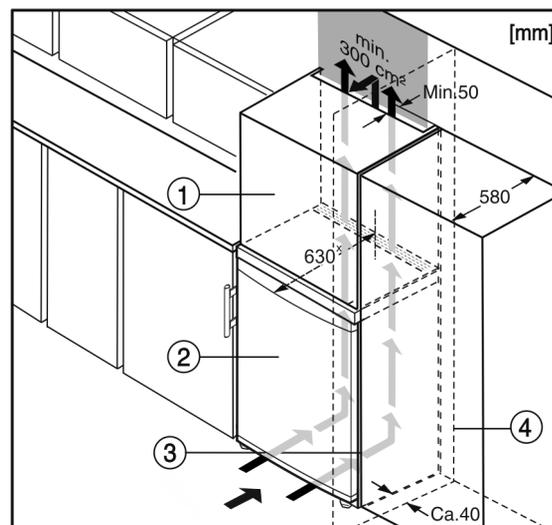

Fig. 6
Het apparaat Fig. 6 (2) kan worden ingebouwd in de keuken. Om het apparaat aan de hoogte van het keukenblok aan te passen, kunt u er een passende opbouwkast Fig. 6 (1) op plaatsen.\*
Bij een ombouw met keukenkasten (diepte max. 580 mm) kan het apparaat direct naast de keukenkast Fig. 6 (3) worden geplaatst. Het apparaat steekt aan de zijkant 34 mm\* en in het midden 50 mm\* uit ten opzichte van het keukenkastfront.\*
Plaatst u het apparaat met de scharnierkant naast een muur Fig. 6 (4), dan moet de afstand tussen apparaat en muur minstens 40 mm bedragen. Dit in verband met het uitsteken van de deurgreep bij een geopende deur.